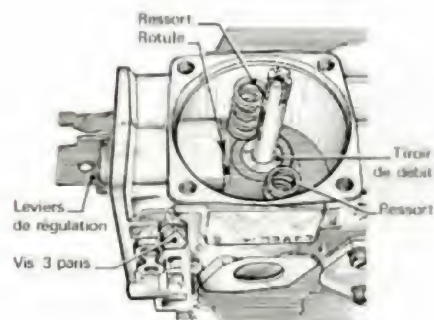

Fig. 37.
— Monter l'ensemble des leviers de régulation, en plaçant la rotule dans le logement du tiroir de débit (fig. 37). Serrer les deux vis à têtes (1) munies de joints neufs à l'aide de la clé spéciale, au couple de 1,0-1,3 m.daN. Vérifier la mobilité des leviers.